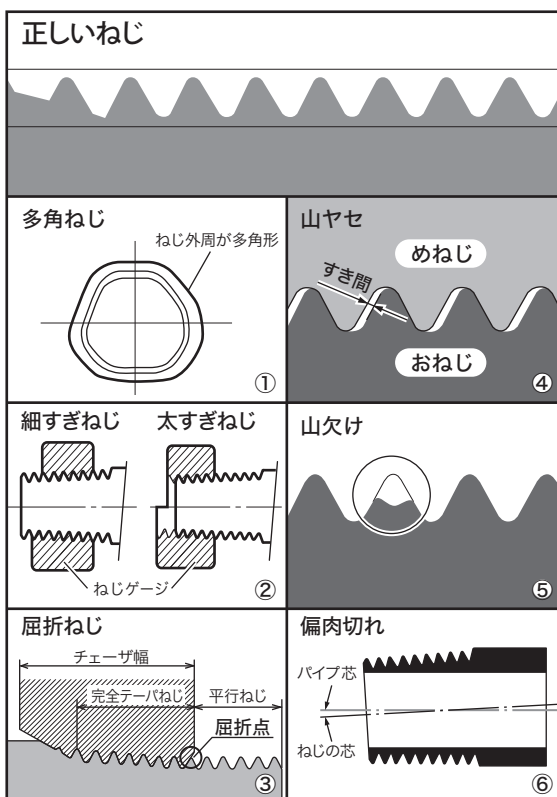

図 46
■悪いねじについて (図 46)
①多角ねじ (図 46- ①)
②ねじ径の細すぎ、太すぎ (図 46- ②)
③屈折ねじ (手動切上ダイヘッドの場合) (図 46- ③)
④切られたねじの山ヤセ (図 46- ④)
⑤切られたねじの山欠け (図 46- ⑤)
⑥パイプに対してのねじの偏肉切れ (図 46- ⑥)